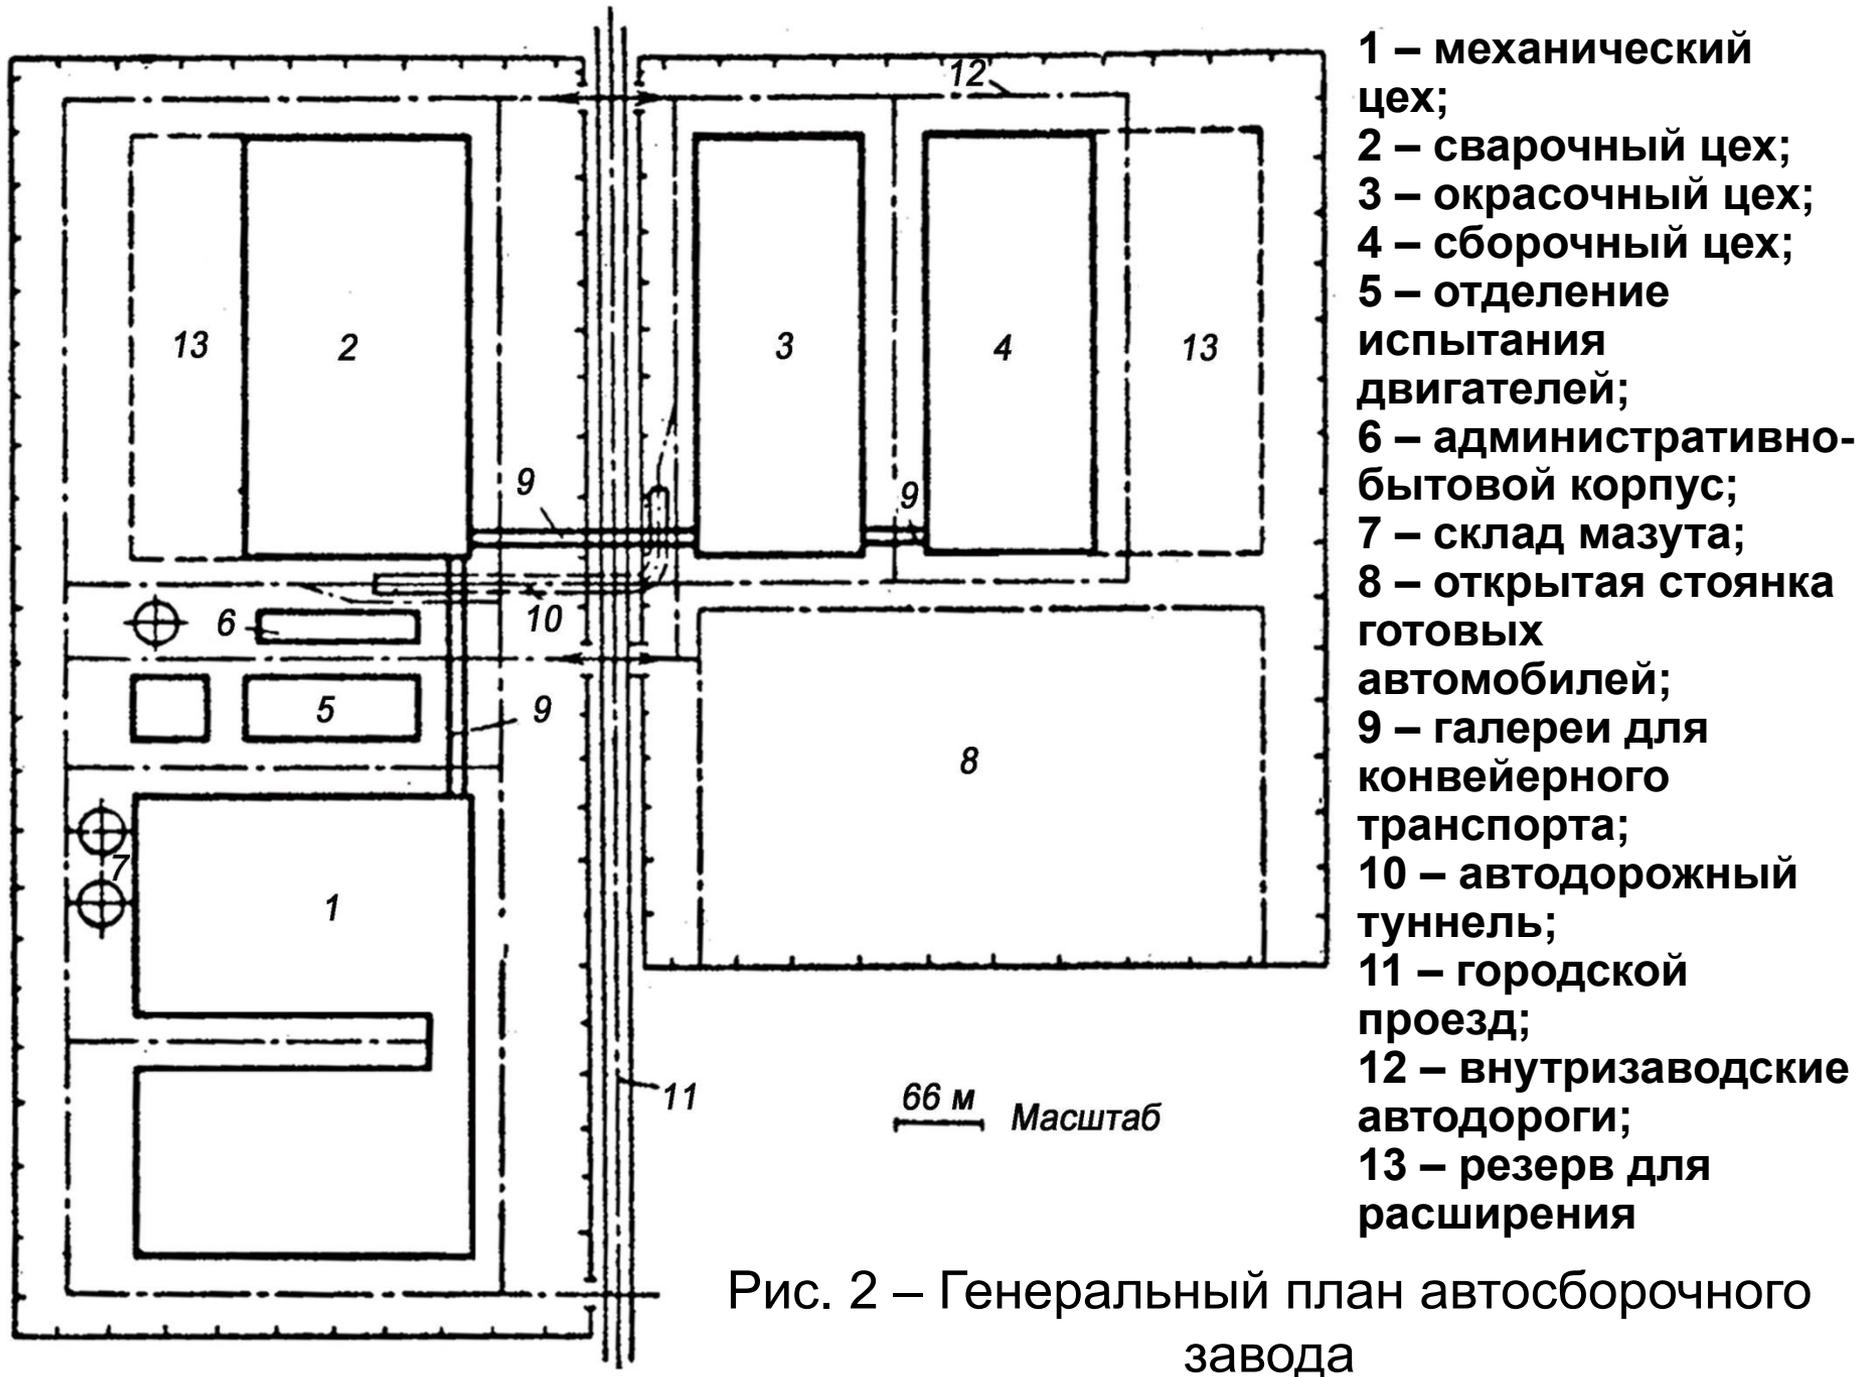

Рис. 2 – Генеральный план автосборочного завода
**Генеральным планом завода** называется чертеж, на котором нанесено расположение всех его зданий и сооружений, рельсовых и безрельсовых дорог, подземных и наземных сетей, увязанных с рельефом и благоустройством территории, рис. 2.